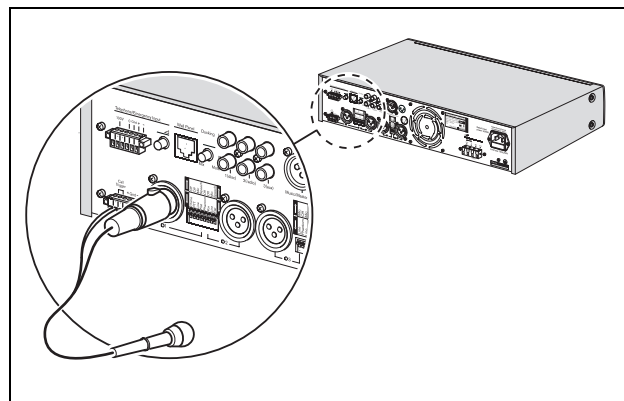

figure 4.2: Connecteur XLR avec déclencheur
- connecteur XLR avec déclencheur. Voir figure 4.2.